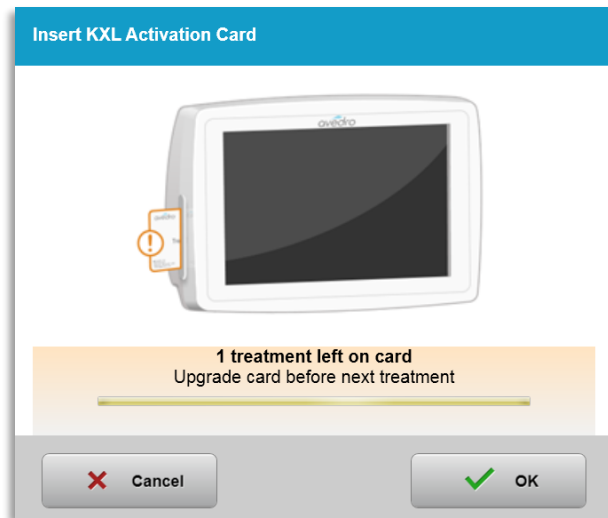

Figura 3-11. Balanța cardului de tratament
- Utilizatorul va fi alertat că mai este un singur tratament disponibil pe card, așa cum este ilustrat în Figura 3-11.
- În cazul în care pe cardul de tratament mai rămâne doar un singur tratament, sistemul va informa utilizatorul cu mesajul „Actualizați cardul înainte de următorul tratament” (Upgrade card before next treatment), așa cum este ilustrat în Figura 3-11.